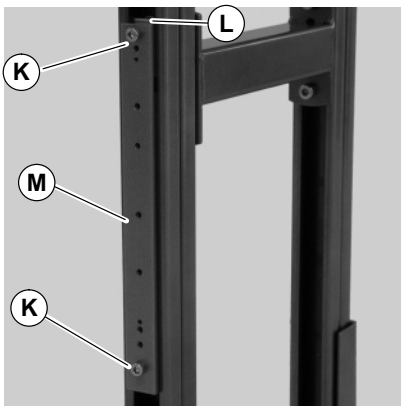

Abbildung 14
2. Die Montageleiste (M siehe Abbildung 14) mit den Schrauben an den Feder-T-Nutensteinen (L) befestigen (K). Die Montageleiste an die gewünschte Stelle schieben und die Schrauben fest anziehen (K).